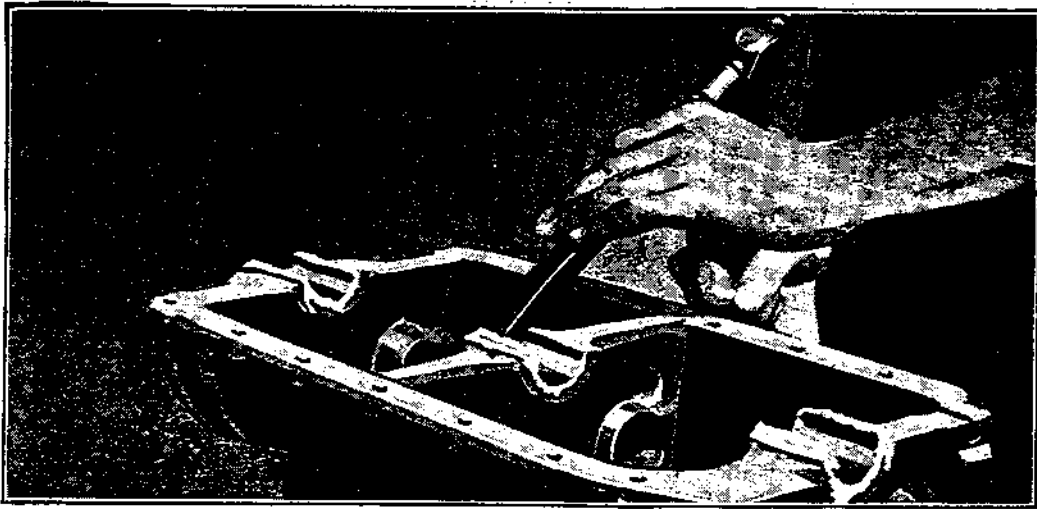

Fig. 151
**231** — Ebarber le dessus des coussinets. Se servir d'un ciseau pour ce travail en l'appuyant contre l'intérieur du coussinet de la manière montrée à la fig. 151.